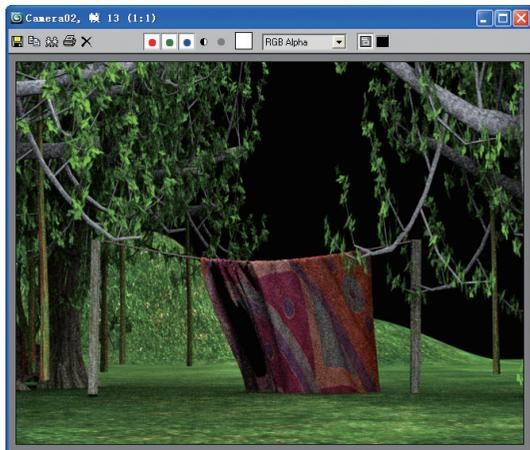

图9-89 动力学效果
**08** 最后，显示场景中的所有物体，为床单制作一个材质，即可完成制作，效果如图9-89所示。